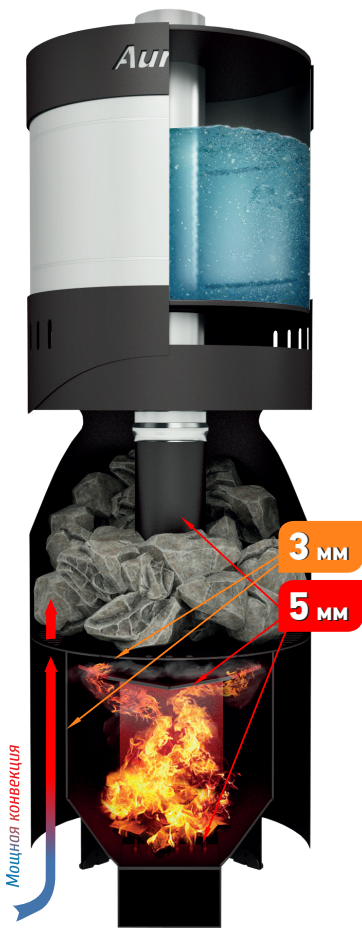

Рис. 3 Устройство и работа печи
Топка печи (6) изготовлена из проката повышенной прочности. Применение подобной стали, с учетом толщины стенок топки 3 мм, а наиболее ответственных элементов - 5 мм (рисунок 3), никак не уменьшает массу печи, но увеличивает надежность и срок эксплуатации.
Эффективная схема прогрева камней и парильного помещения заключается в том, что процесс теплообмена организован не только поверхностью дна каменки (7) и патрубка (2), но и конвекцией воздуха между топкой и защитным кожухом (1) через конвекционные отверстия (рисунок 3). Также кожух экранирует жесткое инфракрасное излучение, которое исходит от стенок топки при раскаливании печи.